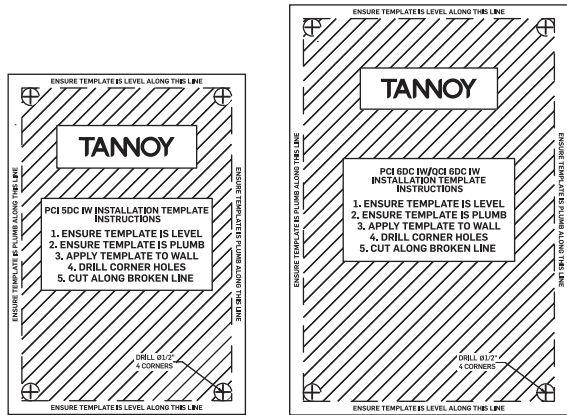

Fig. 1. Cutout Templates
2. Use os modelos de recorte fornecidos (Fig. 1) no local desejado e corte cuidadosamente um orifício na parede de gesso usando uma ferramenta de mão adequada. Remova qualquer poeira e detritos do orifício (Fig. 2).